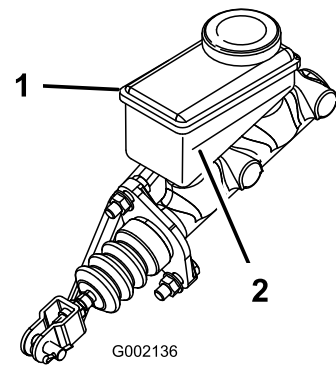

図 36
3. タンクを側面から見てオイルの量を確認する。最低ライン（図 36）まであればよい。不足であれば、キャップの周辺をきれいに拭き、キャップを取り、最低ラインを越えるまで補給する。入れすぎないこと。